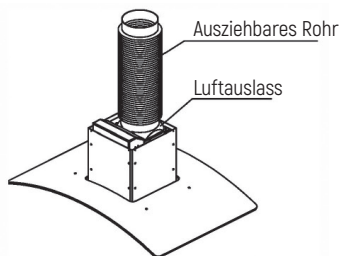

Abb. 4
4. Das Rohr in der Entlüftungsöffnung am Haubenkörper befestigen, das Verlängerungsrohr an das Rohr anschließen. Siehe Abbildung 4.